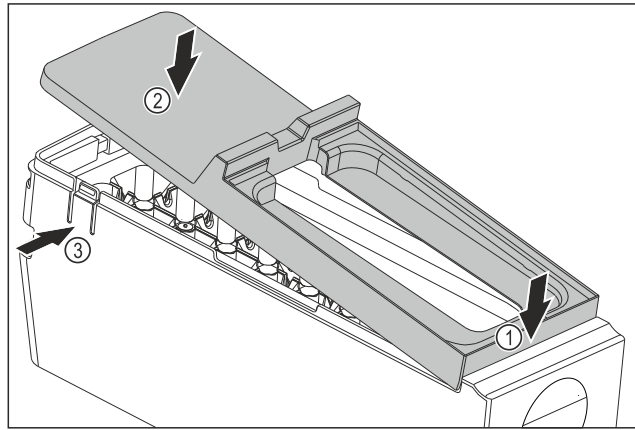

Fig. 147
- ▶ Abdeckung des EasyTwist-Ice-Korpus montieren: Abdeckung vorne ansetzen. Fig. 147 (1)
- ▶ Abdeckung hinten absenken. Fig. 147 (2)
- ▶ Abdeckung rastet hörbar in beiden Laschen Fig. 147 (3) ein.